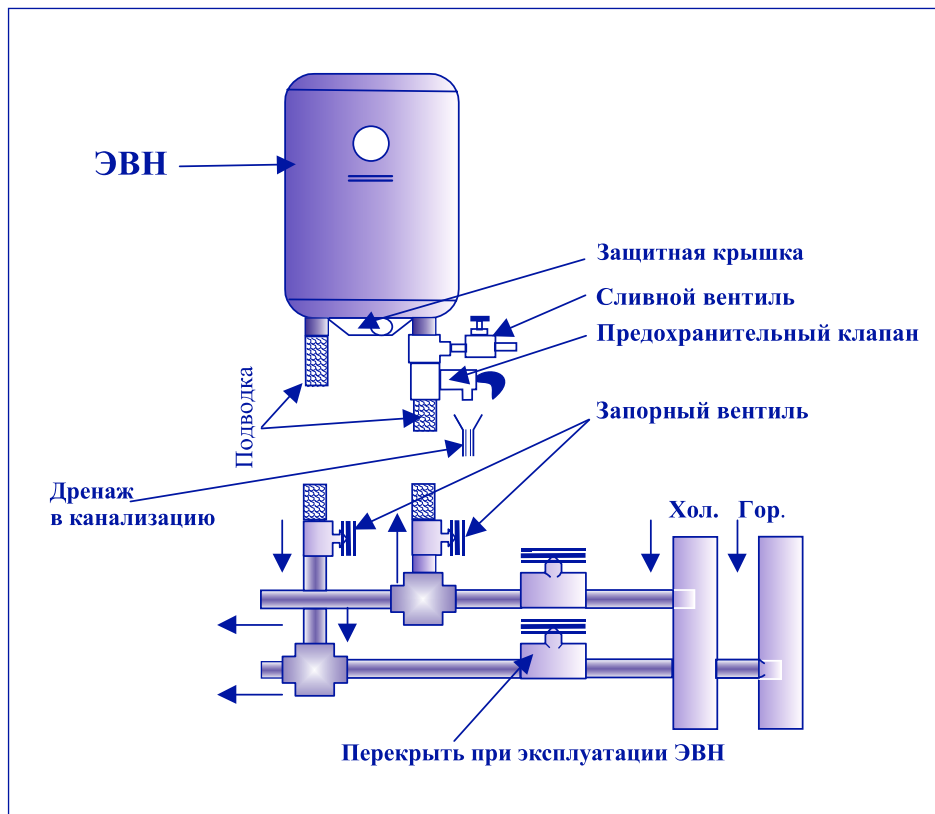

Рис. 1. Схема подключения ЭВН к водопроводу
Подключение к водопроводной системе производится в соответствии с Рис.1 при помощи медных, пластмассовых труб или специальной гибкой сантехподводки. При монтаже не допускается чрезмерных усилий во избежание повреждения патрубков, стеклофарфорового покрытия внутреннего бака ЭВН.
**Примечание:** для облегчения обслуживания ЭВН в процессе эксплуатации рекомендуется установка сливного вентиля (не входит в комплект поставки ЭВН) в соответствии с Рис.1. Если давление в водопроводе превышает 0,6 МПа, то на входе перед предохранительным клапаном необходимо установить соответствующий редукционный клапан (не входит в комплект поставки ЭВН).